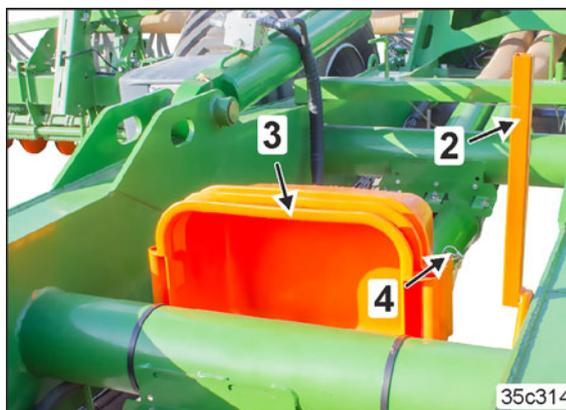

Рис. 65
В случае неиспользования поддоны вставляются друг в друга и закрепляются пружинным фиксатором (Рис. 65/4) в транспортировочном креплении.
- Condor 15001-C (Рис. 65/3)
- Condor 15001-C (Рис. 65/2)